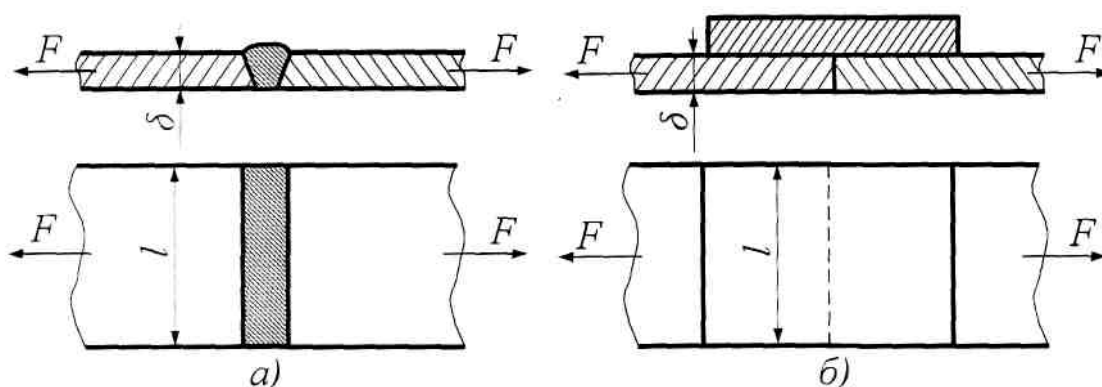

Рисунок 1
Две полосы из стали Ст.3 соединены стыковым швом и нагружены силой F (рисунок 1).
- а) сварка ручная дуговая электродом Э42А (рисунок 1, а);
- б) контактная точечная сварка с накладкой (рисунок 1, б).